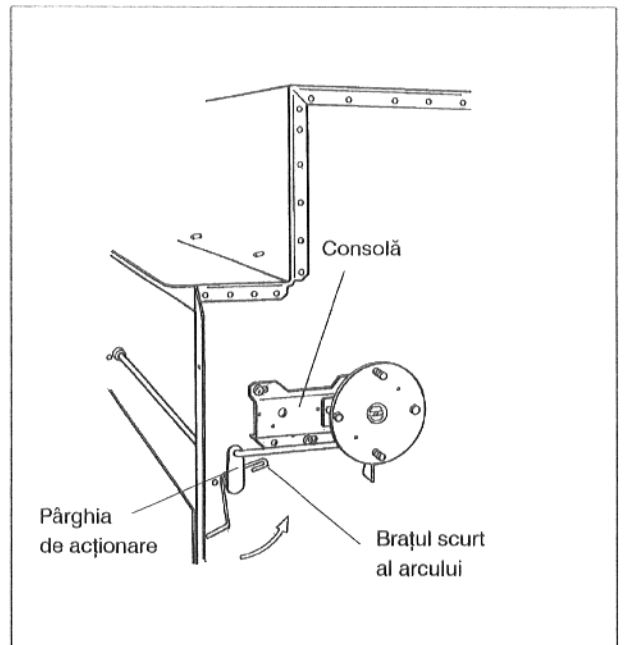

Fig. 4
- Consola se va fixa pe siguranța de curgere cu cele 3 șuruburi **fără a le strânge complet** ( Fig. 4).
- Brațul scurt al arcului se va așeza pe pârghia de acționare (Fig. 4 și 5).